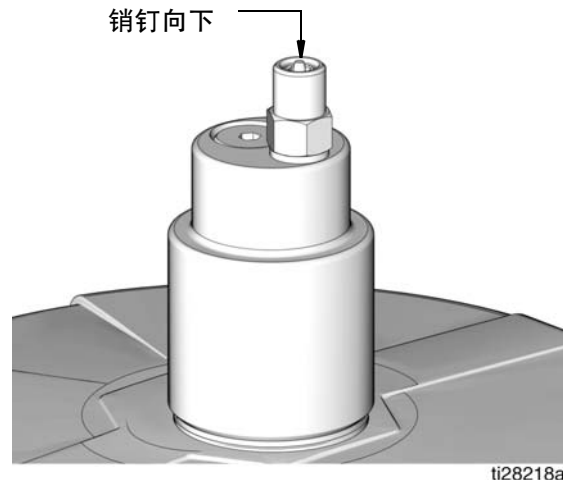

图 25
1. 拔出并长时间握住泄压旋钮 (T)，释放加注歧管 (N) 和自动加注截止阀 (B) 之间的管路压力。
2. 检查自动加注截止 (B) 销钉向下，指示其重置 (图 25)。